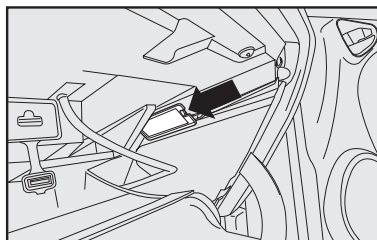

fig. 30
- Sacar el portalámpara actuando en el punto indicado por la flecha **fig. 30**;